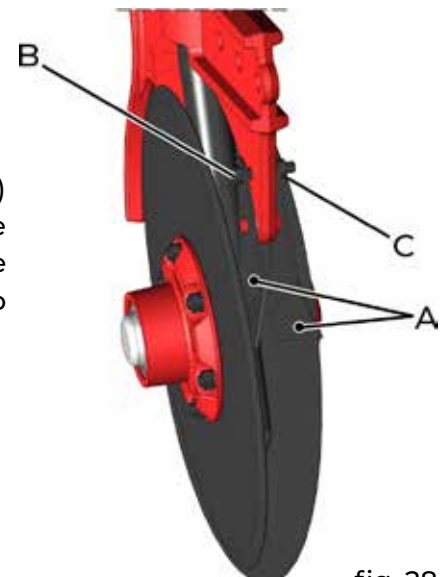

fig. 28
Realize periodicamente a regulagem dos limpadores (A) (fig. 28) dos discos duplos defasados. Para fazer o ajuste dos limpadores, aperte o parafuso e porca (B). Ajuste de tal forma que mantenha a eficiência de limpeza. Não aperte em demasia para não ocasionar desgaste excessivo nos limpadores.